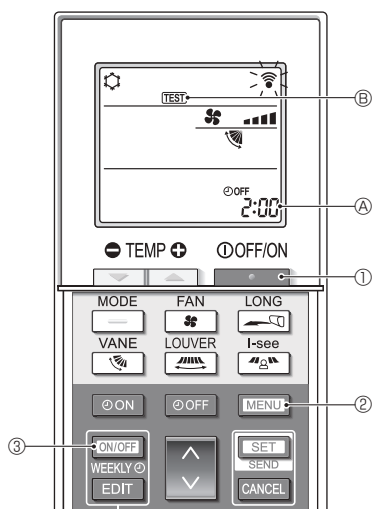

Fig. 7-5
■ Δοκιμαστική λειτουργία (Fig. 7-5)
1. Πατήστε το κουμπί [ON/OFF] ① για να σταματήσετε το κλιματιστικό.
- Αν ο εβδομαδιαίος χρονοδιακόπτης είναι ενεργοποιημένος (το WEEKLY είναι ενεργοποιημένο), πατήστε το κουμπί [ON/OFF WEEKLY] ③ για να τον απενεργοποιήσετε (το WEEKLY είναι απενεργοποιημένο).
2. Πατήστε το κουμπί [MENU] ② για 5 δευτερόλεπτα.
3. Πατήστε το κουμπί [MENU] ②.
- Το TEST ⑥ ενεργοποιείται και η μονάδα εισέρχεται σε κατάσταση δοκιμαστικής λειτουργίας.